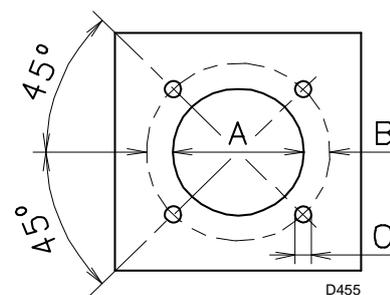

Fig. 11
Perforar la placa de cierre de la cámara de combustión como indica la Fig. 11. La posición de los orificios roscados puede trazarse utilizando la junta aislante suministrada con el quemador.
- Introduzca todo el quemador a través del orificio de la caldera, precedentemente preparado, como indica la Fig. 11, y fíjelo con los tornillos suministrados.